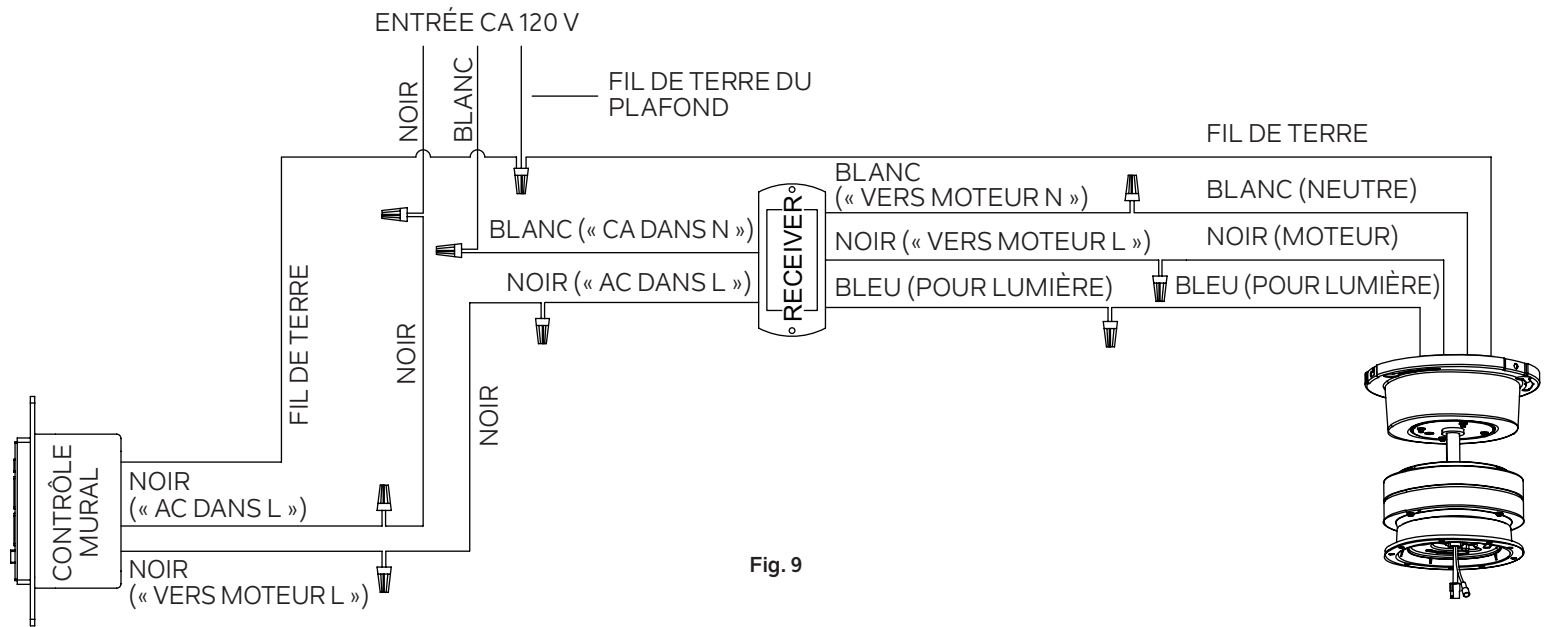

Fig. 9
Étape 5. Fixez tous les raccords de fils avec les connecteurs de fils en plastique fournis. (Fig. 9)